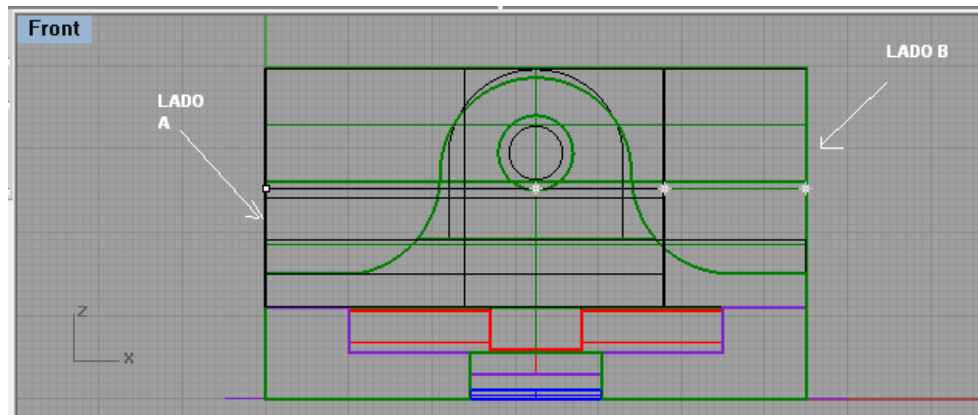

Figura 5.54
7.- Se extrae desde el lado A hacia el lado B en la ventana frontal (Figura 5.54).